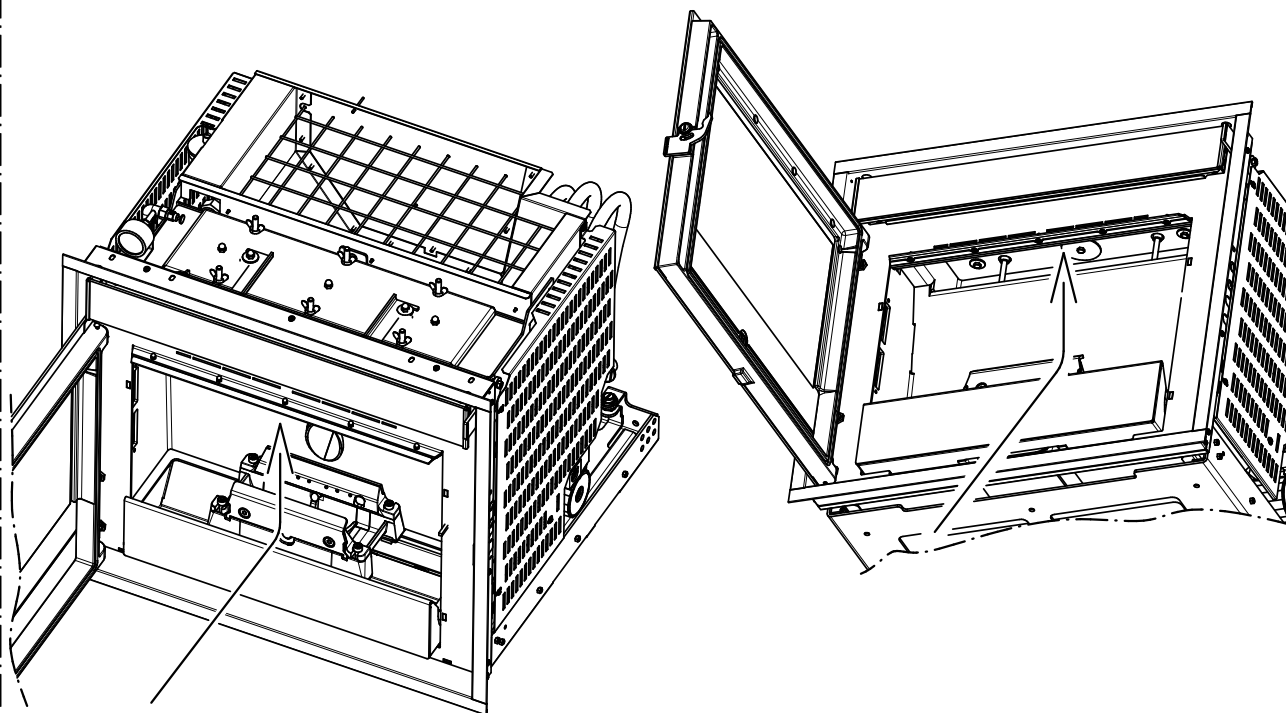

Figura 7
- Aspirare la cenere localizzata nel vano superiore giro fumi (Figura 7).